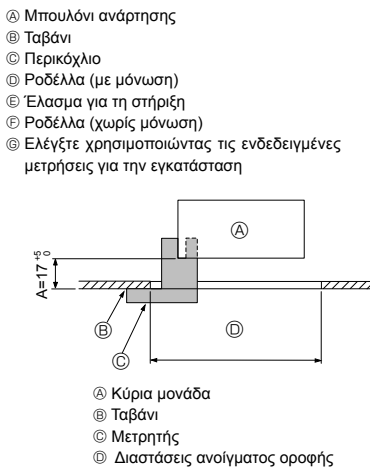

Fig. 3-7
- Βεβαιωθείτε ότι το βήμα Α εκτελείται μέσα στα όρια των 17-22 χλστ. Εάν δεν τηρούνται αυτά τα όρια υπάρχει κίνδυνος πτώσης. (Fig. 3-7)